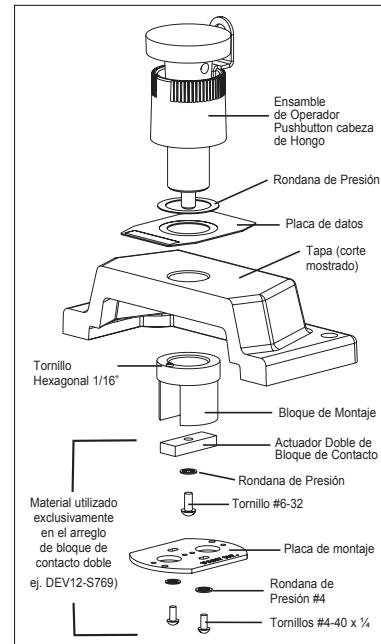

Figura 7. Ensamble del Botón de Acción Permanente con cabeza de hongo
- Haciendo referencia a la figura 7, instale el ensamble del botón de acción momentánea (pushbutton) incluyendo la pestaña del seguro a la parte frontal de la tapa, enrosándolo hasta la posición deseada. Oriente este ensamble de tal forma que la pestaña del seguro asegurándose que el cerrojo del seguro no interfiera con ningún dispositivo aleado. Utilice una placa de datos DL en caso de ser necesario, tal y como se indica en la sección de ENSAMBLE DE BOTONES DE ACCIÓN MOMENTÁNEA (PUSHBUTTONS).
- Este paso permitirá que los bloques de contacto estén en la posición adecuada. Asegure el bloque de montaje al subensamble del botón de acción momentánea en el interior de la tapa. Si utiliza solamente un bloque de contacto (número de parte del operador DEV11-S769), oriente el bloque de montaje de tal forma que los dos orificios de montaje con cuerda queden paralelos al lado largo de la tapa. Si se utilizan dos bloques de montaje (número de parte del operador DEV12-S769), oriente los tornillos de montaje del bloque de contacto de tal forma que los dos orificios de montaje con cuerda queden perpendiculares al lado largo de la tapa. Apriete los tornillos utilizando una llave Allen de 1/16" fijando así el ensamble del botón de acción momentánea a la tapa. Vea figura 7. Para el DEV12-S769 exclusivamente, utilizando el tornillo #6-32 y la rondana de presión una el actuador de bloque de contacto con el émbolo de operación. El orificio para este tornillo está diseñado para aceptar una cabeza de tornillo de este tipo. Asegure la placa de montaje al bloque de montaje utilizando dos tornillos #4-40 y rondanas. Vea figura 7.